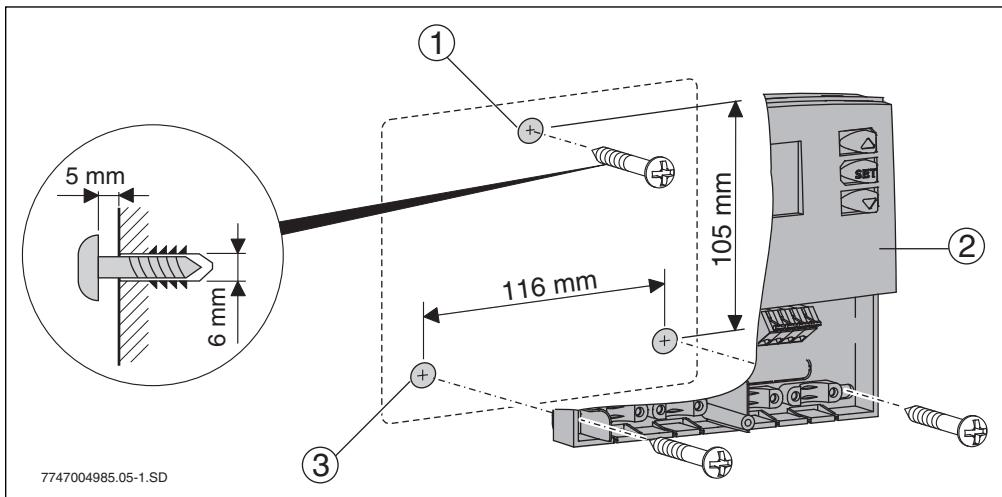

Fig. 5 Montaje del regulador en la pared
- Taladrar el agujero de fijación superior (→ fig. 5, 1) e introducir 5 mm el tornillo suministrado. Quitar los tornillos de la parte inferior del regulador y retirar la tapa. Colgar el regulador de la entalladura de la carcasa. Marcar los agujeros de fijación inferiores (→ fig. 5, 2), taladrar los agujeros e introducir los tacos. Alinear el regulador y atornillar por los orificios de fijación inferiores a la izquierda y a la derecha.